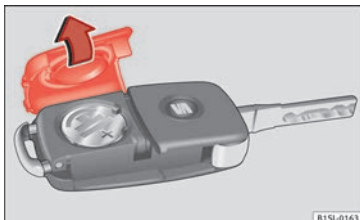

Fig. 99 Llave del vehículo: tapa del compartimento para la pila.
- Retire la tapa de la parte trasera de la llave del vehículo » **fig. 99** en la dirección de la flecha » **!**.
- Coloque la tapa en la carcasa de la llave del vehículo, presionándola tal como se muestra » **fig. 99**, en sentido contrario a la flecha, hasta que encaسته.